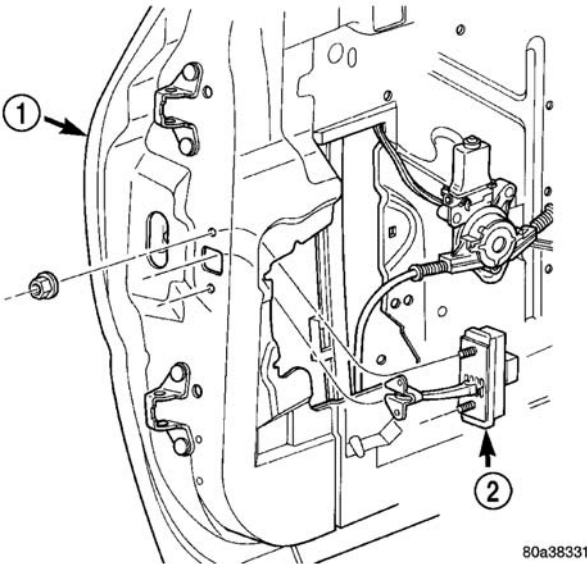

图 2 前车门开度限位带
- (1) 卸下前门装饰板。
(2) 卸下前门密封条（参见 23-车身/车门-前/密封条—拆卸）
- (3) 如果安装了前车门扬声器，将它卸下来。
- (4) 拆卸将车门开度限位带固定到 A 柱的螺栓。
- (5) 拆卸车门开度限位带固定至车门端框的螺母（图 2）。
- (6) 经由扬声器孔，从车门上拆下车门开度限位带。